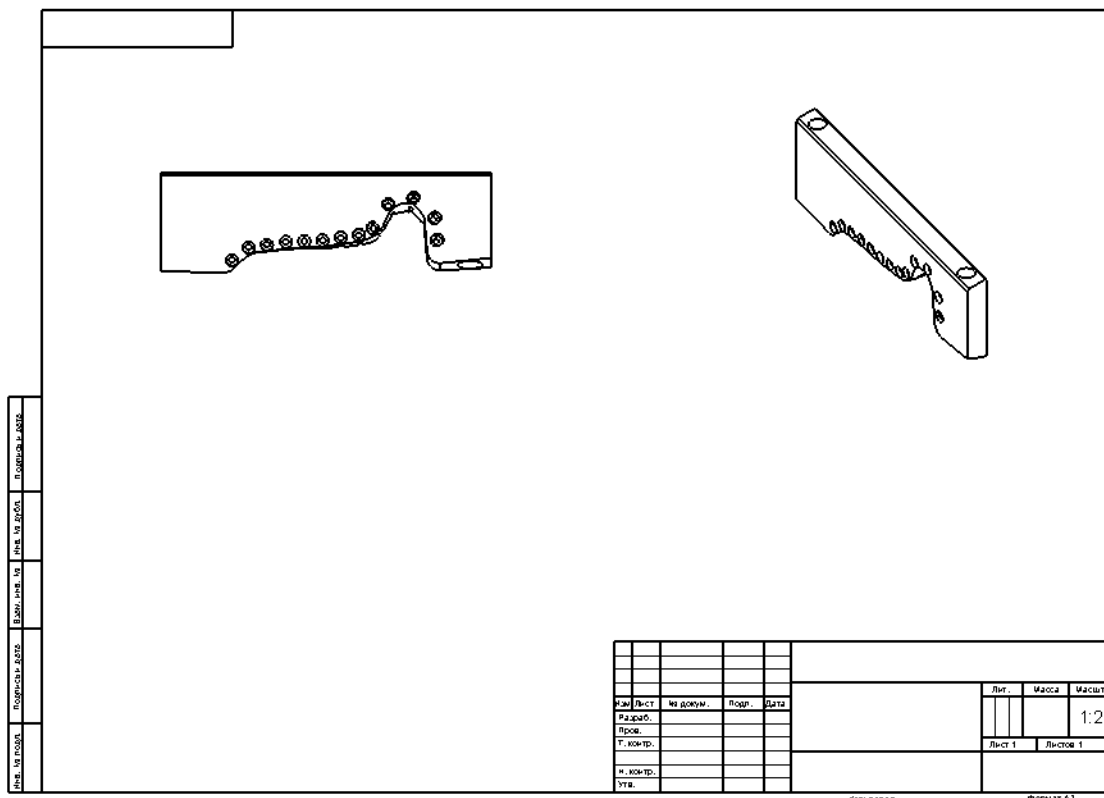

Рис. 1
5. Создайте вид сверху и изометрию. Во время добавления видов параметры их отображения оставьте неизменными (рис. 1).